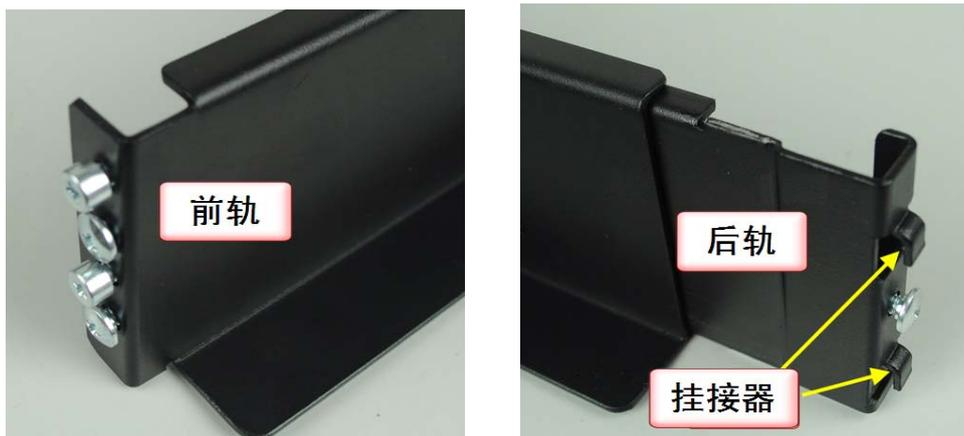

图 1-2
4. 熟悉前后导轨的顶端的结构，如图 1-2 中所示，将顶端附带 M5×6 圆头螺钉和 M5×16 皇冠螺钉拆下，将在后面的步骤中使用。